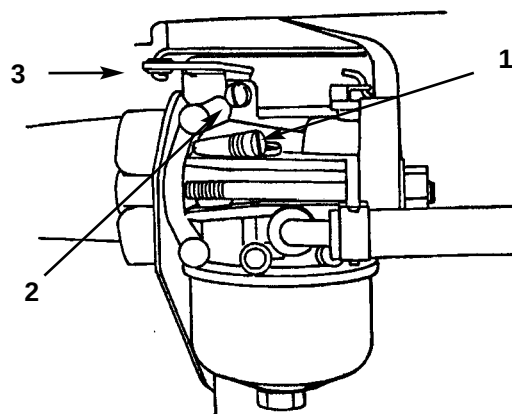

Fig. 27
- A. Girate leggermente in senso orario la vite della miscela del minimo (Fig. 27), fin quando si chiude appena. Non forzate (avvitandola) questa vite perché potreste danneggiare il carburatore.
- B. Aprite la vite della miscela del minimo (Fig. 27) di un giro in senso antiorario. Questa registrazione vi consente di avviare il motore.
- A. Tenete il braccio dell'acceleratore contro la vite del minimo (Fig. 27). Regolate questa vite in modo che il motore giri al minimo a 1750 giri/min primo, e verificate i giri con il tachimetro.
- B. Sempre tenendo il braccio dell'acceleratore contro la vite del minimo, girate lentamente la vite della miscela del minimo (Fig. 27) in senso orario (verso l'interno) fin quando il motore inizia a rallentare (miscela povera). Ora girate la vite della miscela del minimo in senso antiorario (verso l'esterno) fin quando il motore inizia a girare irregolarmente (miscela ricca).
- C. Ora girate la vite della miscela del minimo (Fig. 27) a metà tra la miscela povera e la ricca, fin quando il motore avrà una marcia regolare.